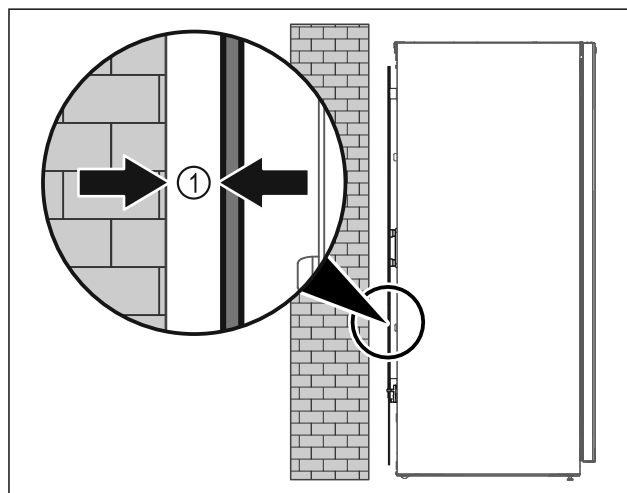

Fig. 8
- ▶ Uređaj je moguće postaviti ili slobodno u prostoriji ili izravno na zid na najmanjoj udaljenosti od 5 mm Fig. 8 (1).